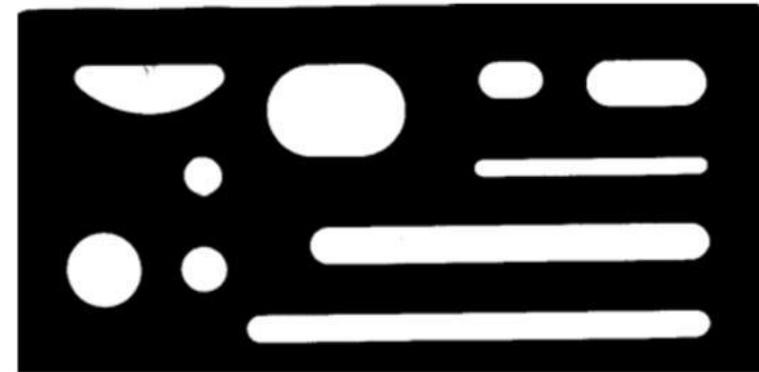

Рисунок 2 – Щиток
- тонкая пластинка с прорезями для стирания на чертеже ошибочно проведенных линий (рисунок 2);